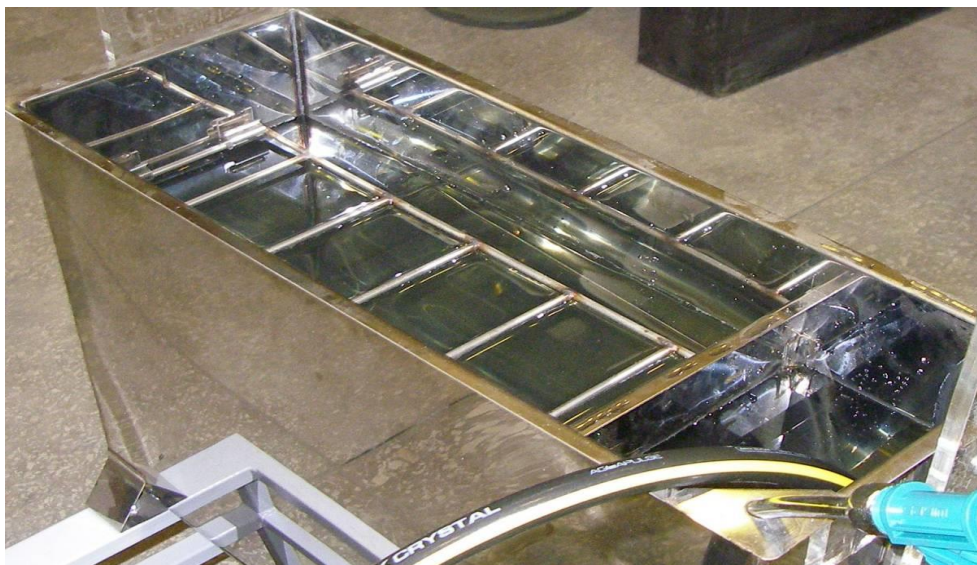

Рис. 7.4.
7.3.4. Залить воду в ванну до требуемого уровня (рис.7.4). Уровень определяется объектом испытаний.